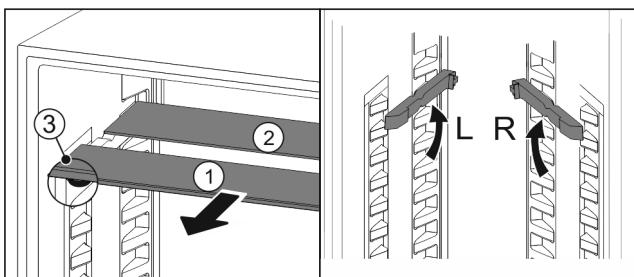

Fig. 97
- ▶ Посуньте Fig. 97 (1) скляну панель вперед.
- ▶ Скляна панель Fig. 97 (1) з декоративною планкою лежить спереду.
- ▶ Стопори Fig. 97 (3) показують вниз.